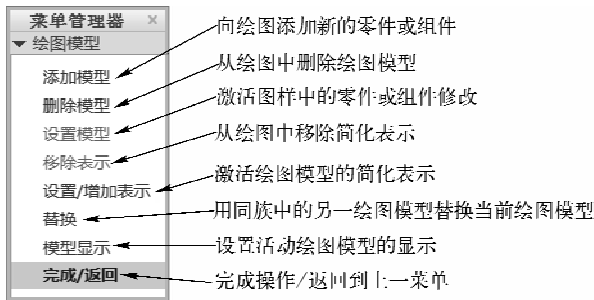

图 12-7 “绘图模型”菜单
- 2 系统弹出一个提供“绘图模型”菜单的菜单管理器，如图 12-7 所示。在“绘图模型”菜单中选择“添加模型”选项，弹出“打开”对话框，选择要作为绘图模型添加到当前绘图的模型来打开。该模型被设置为当前绘图模型。